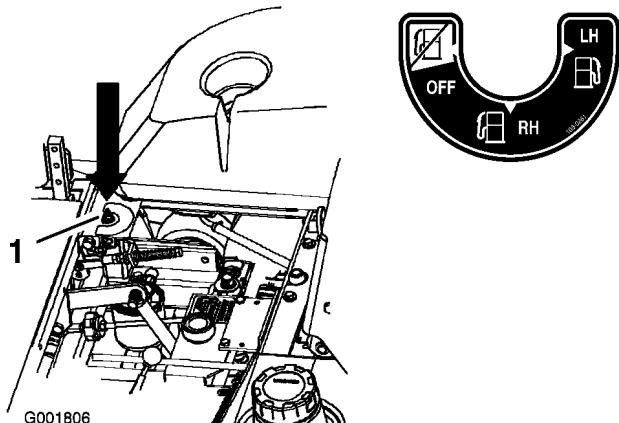

Figura 5
La macchina è dotata di due serbatoi carburante, uno a sinistra e uno a destra. Ogni serbatoio è collegato alla valvola selettrice del carburante, dalla quale un tubo di alimentazione comune è collegato al motore (Figura 5).
Per utilizzare il serbatoio di sinistra girate la valvola selettrice del carburante verso sinistra (LH). Per utilizzare il serbatoio di destra girate la valvola selettrice del carburante verso destra (RH) (Figura 5)